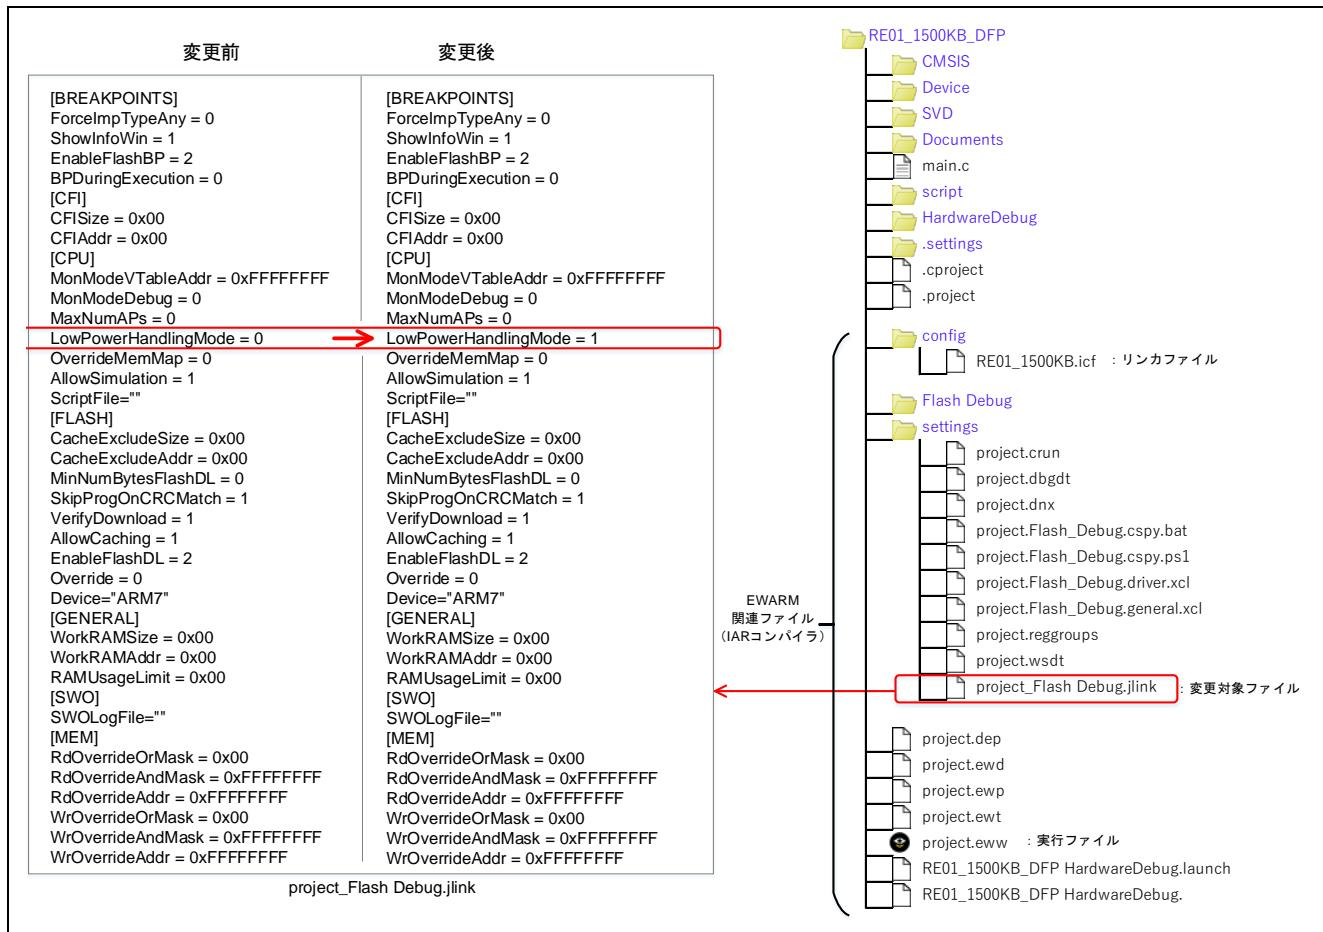

図 9-4 低消費電力モードを使用したプログラムのデバッグ設定例 (EWARM)
- EWARM でプロジェクトを開き、初めて J-Link OB を起動すると生成される[プロジェクト名]_Flash Debug.jlink ファイルを図 9-4 を参考に編集してください。